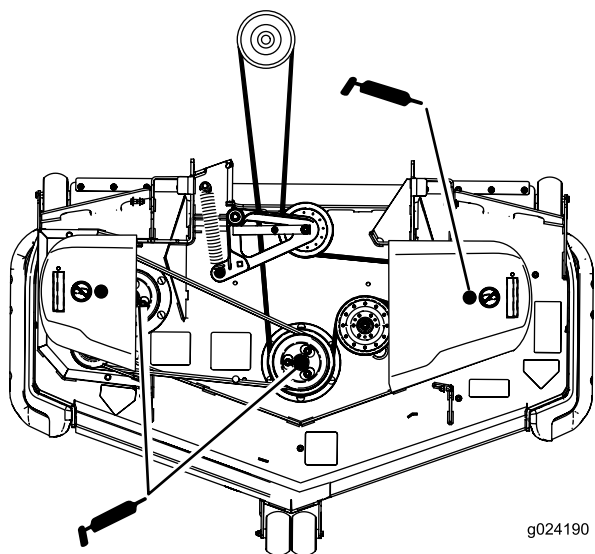

Figura 38
3. Engrase el pivote de la polea tensora de la carcasa del cortacésped hasta que salga grasa por el extremo inferior (Figura 38).
4. Engrase los tres cojinetes de los ejes hasta que rezume grasa de las juntas inferiores (Figura 38).
6. Engrase el brazo tensor de la correa de la carcasa (Figura 38).